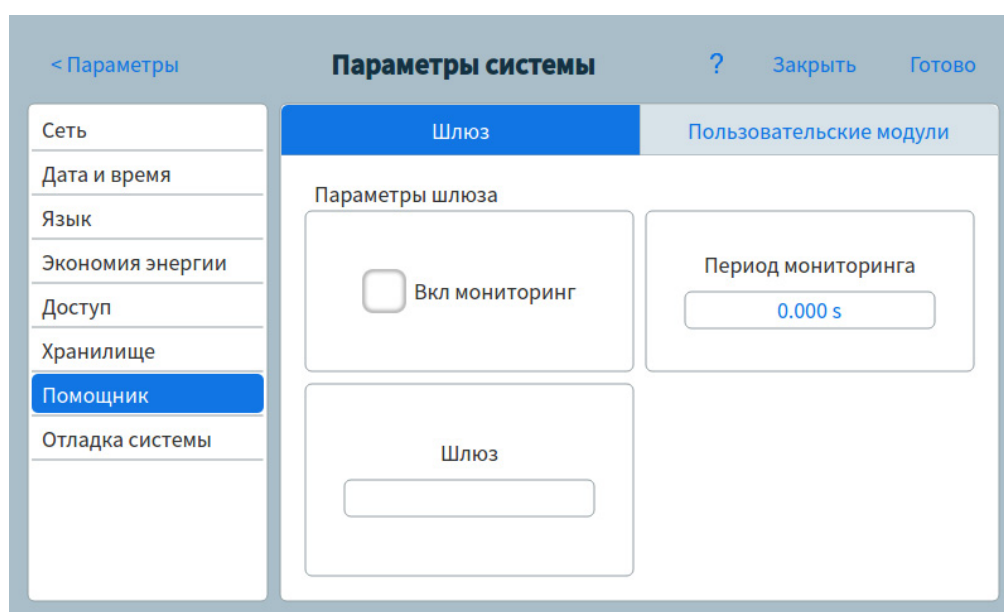

Рис. 45 Страница удаленного помощника
- 1 На странице системных параметров нажмите кнопку выбора страницы **Удаленный помощник**. Появится страница удаленного помощника. См. Рис. 45.